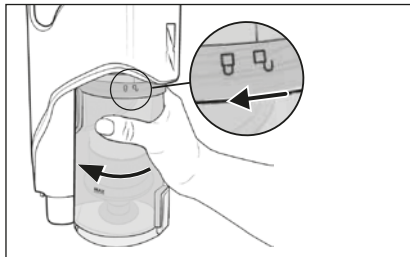

Fig. 17
- 2) Pentru a îndepărta recipientul de praf **7** de la aparat, rotiți-l în direcția simbolului **17** (deschis), până când poate fi detașat de aparat (a se vedea fig. 17).